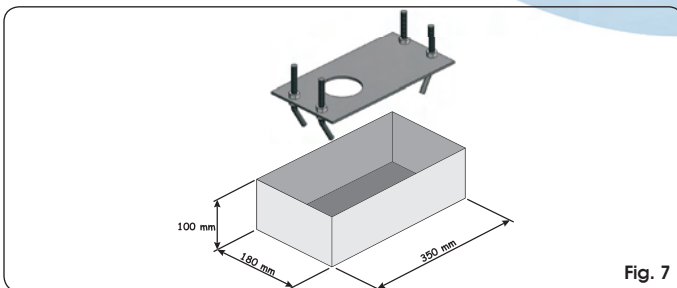

Fig. 7
3. Réaliser une base de fondation d'après la Fig. 7 et sceller la plaque de fondation en prévoyant une ou plusieurs gaines pour le passage des câbles électriques. Vérifier l'horizontalité parfaite de la plaque avec un niveau à bulle. Attendre que le béton fasse prise.